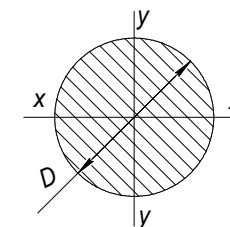

Рис.2.17
2.42. Как определяется полярный момент инерции представленной на рис.2.17 фигуры [простой выбор]: